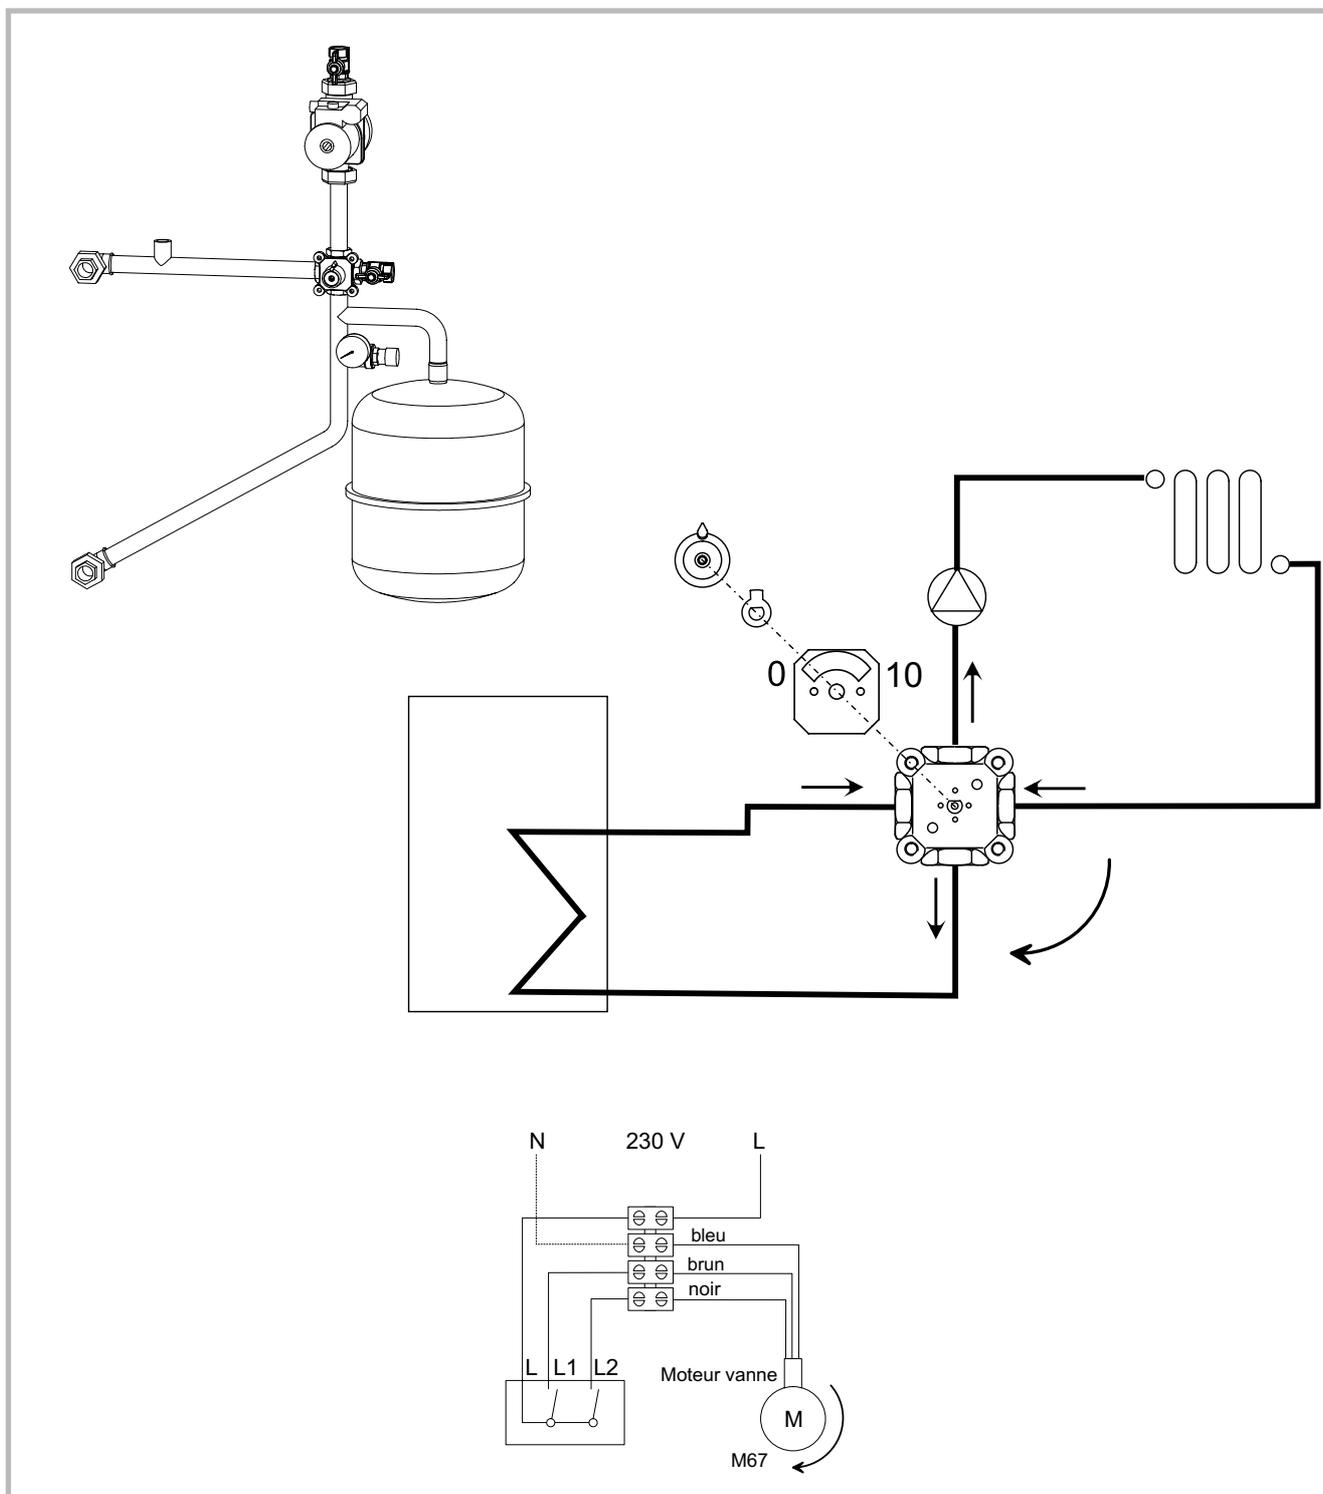

Figure 6 - Montage de la vanne mélangeuse (à droite)
**Cas 1 :** L1 et fil brun = ouverture de la vanne dans le sens des aiguilles d'une montre (fig. 6).